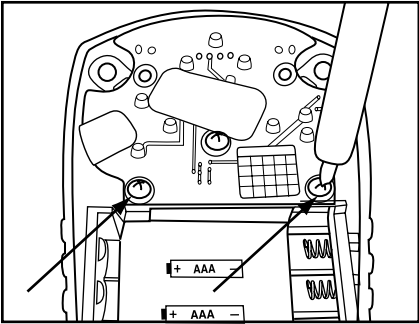

Fig. 36
- 3. Dévisser les deux vis fixant l'ensemble de capteurs – conserver ces vis (Fig. 36).